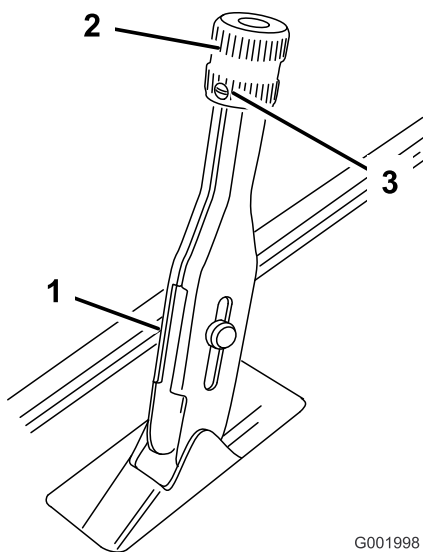

Bild 61
1. Lockern Sie die Stellschraube, mit der das Handrad am Feststellbremshebel befestigt ist (Bild 61).